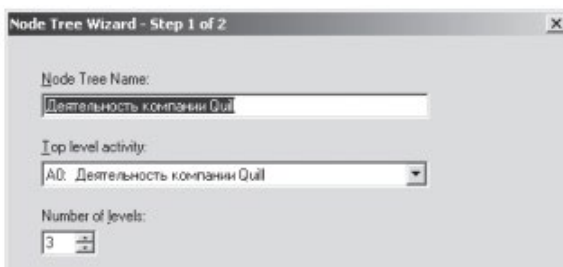

Рис.1. Первый диалог гайда Node Tree Wizard
1. Выберите меню Diagram/Add Node Tree. В первом диалоге гайда Node Tree Wizard внесите имя диаграммы, укажите диаграмму корня дерева и количество уровней (рис.1).